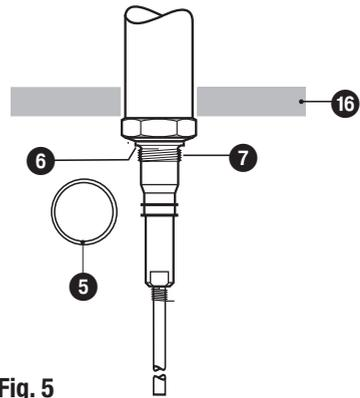
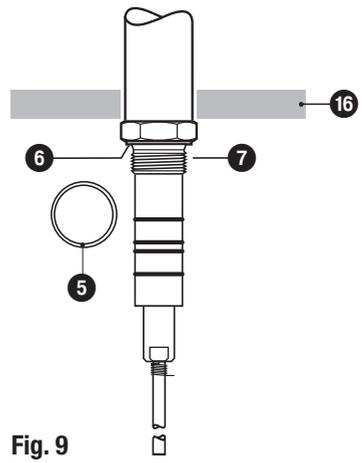

Fig. 5
Fig. 9
2. Beiliegenden Dichtring ⑤ auf den Dichtsitz ⑥ der Elektrode legen. **Fig. 5, Fig. 9**
3. Elektrodengewinde ⑦ mit einer geringen Menge Siliconfett bestreichen (z.B. Molykote® 111).
5. Für den Einbau von zwei Elektroden in einen Flanschdeckel die erste Elektrode wie in 4. beschrieben montieren. Vor Montage der zweiten Elektrode Mutter ⑮ lösen, PE-Anschluss ⑭ demontieren und Kabelschuhe von der Platine abziehen. Elektrode einschrauben. Mutter ⑮ leicht anziehen. PE-Anschluss ⑭ montieren, Kabelschuhe aufstecken.
- Elektrodengehäuse nicht in die Wärmeisolierung des Kessels einbeziehen! **Fig. 5, Fig. 9**